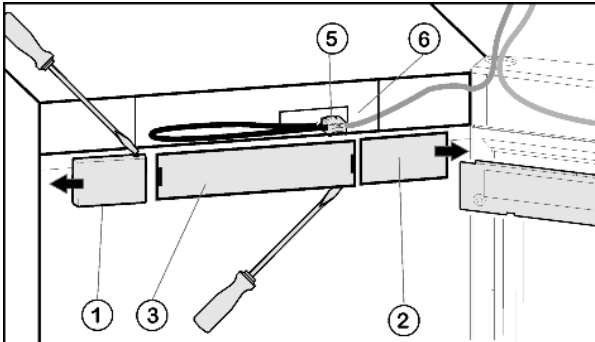

Fig. 4
- ▶ Снятие крышки со стороны ручки Fig. 4 (1): справа выведите из фиксатора при помощи плоской отвёртки и сдвиньте наружу.
- ▶ Снятие крышки со стороны шарнира Fig. 4 (2): слева выведите из фиксатора при помощи плоской отвёртки и сдвиньте наружу.
- ▶ Снимите переднюю накладку Fig. 4 (3) с помощью плоской отвёртки.
- ▶ Снимите контакт и извлеките разъём Fig. 4 (5).
- ▶ Высвободите из направляющей серый кабель Fig. 4 (6).
► Снова установите разъем Fig. 4 (5).
► Снова установите крышку Fig. 4 (3).
► Установите крышку Fig. 4 (2) снаружи со стороны шарнира с поворотом на 180° и защелкните ее.
► Установите крышку Fig. 4 (1) снаружи со стороны шарнира с поворотом на 180° и защелкните ее.